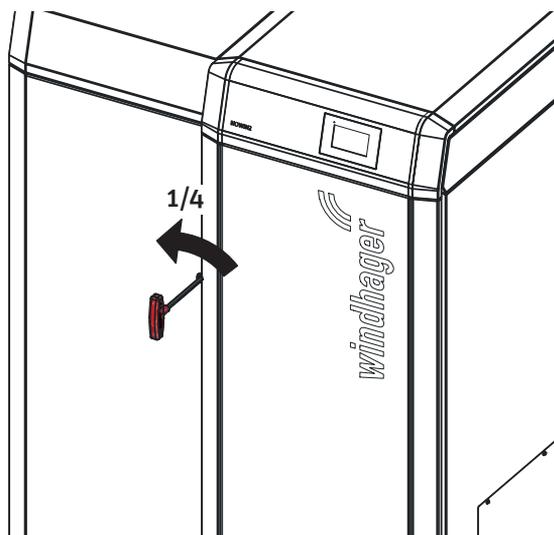
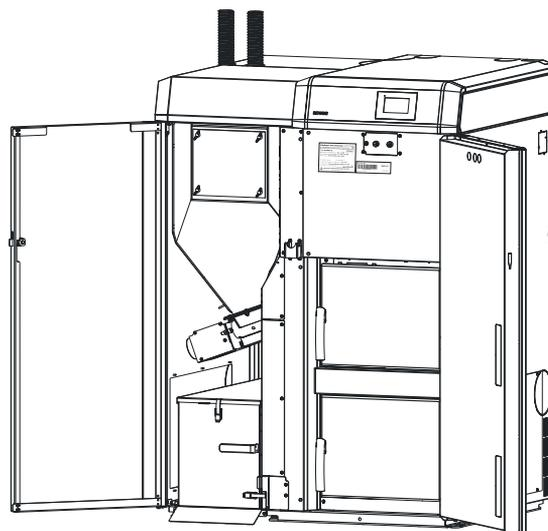

Fig.4 Verkleidungstüren mittels Innensechskantschlüssel öffnen
Fig.5 Verkleidungstüren offen
- Innensechskantschlüssel anstecken, eine 1/4 Umdrehung nach links drehen und Verkleidungstüren öffnen – Fig.4, Fig.5.